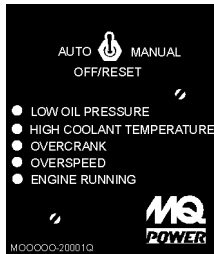

Figure 43. Voyant DEL de fonctionnement du moteur (allumé)
- Vérifiez que le voyant DEL d'état de **fonctionnement du moteur** sur le module MPEC (Figure 43) est allumé après le démarrage du moteur.